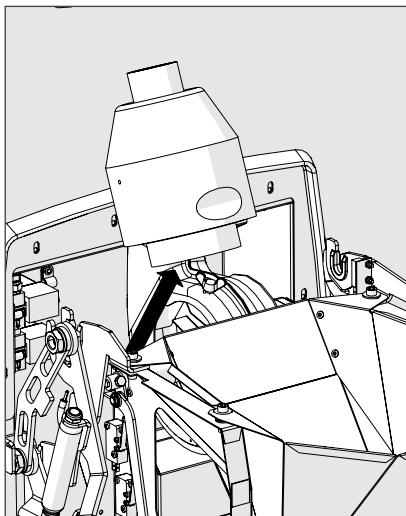

Bild 12
6. Ta ut katalysatorrören och katalysatorn (bild 12).